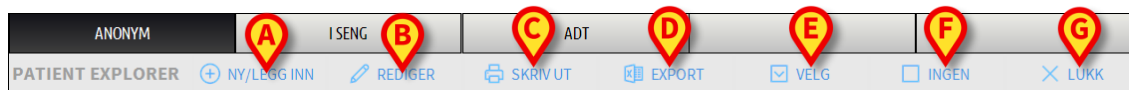

Fig. 107
Kommandolinjen (Fig. 107) inneholder knapper som gjør det mulig å utføre ulike handlinger.
- 1) **Ny/legg inn pasient** (Fig. 107 **A**) – Denne knappen gjør det mulig å legge en ny pasient inn i databasen og innlegge han/henne i en seng (se avsnitt 6.13.1 for detaljert prosedyre).
- 2) **Rediger pasient** (Fig. 107 **B**) – Denne knappen gjør det mulig å redigere pasientens opplysninger (se avsnitt 6.13.2).
- 3) **Skriv ut** (Fig. 107 **C**) – Når denne knappen er aktivert, skriver den ut rutenettet vist i skjermbildet.
- 4) **Eksporter** (Fig. 107 **D**) – Når denne knappen er aktivert, kan de aktuelle opplysningene eksporteres til en XLS-fil.
- 5) **Velg** (Fig. 107 **E**) – Bruk denne knappen for å velge en pasient..
- 6) **Ingen** (Fig. 107 **F**) – Denne knappen gjør det mulig å velge bort en valgt pasient. Etter å ha klikket på **Ingen**-knappen, forsvinner navnet til den tidligere valgte pasienten fra **Pasient**-knappen (se avsnitt 6.13.8).
- 7) **Lukk** (Fig. 107 **G**) – Denne knappen lukker søkeskjermen (se avsnitt 6.13.9).